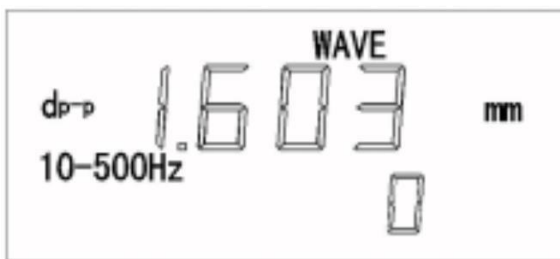

图 3-7
4.按 RUN/STOP 键，进入测量状态，这时测量结果显示在液晶屏上，见图 3-7；